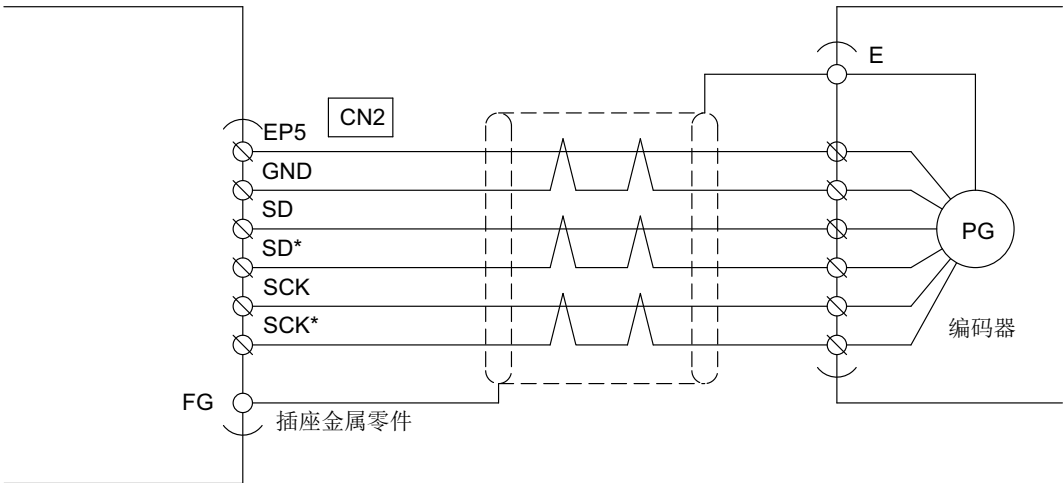

图3-2 串行编码器连接图
- 注 6:使用串行编码器时的连接, 请参照「图 3-2 串行编码器连接图」。
- 注 7:尚未连接 CNSA (IN)、CNSB (OUT) 插座时, 请盖上插座的盖子。